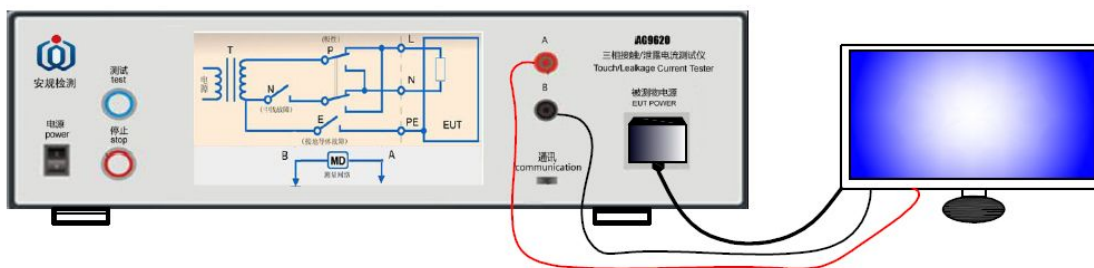

图 5 A, B 均外接
U3: 点击选择 GB12113 图 5 加权接触电流(摆脱电流)的模拟人体网络;
将被测物 EUT 放置到绝缘台上，浮地测试。被测物 EUT 的接地线和裸露金属部分是测试的主要对象。如果单相系统中的测试电流大于 10A，请采用下述图 5 的连线方式，此时被测物电源不经过设备本身。
- 2) 如果被测物负载电流大于 10A，请采用图 5 的接线方式